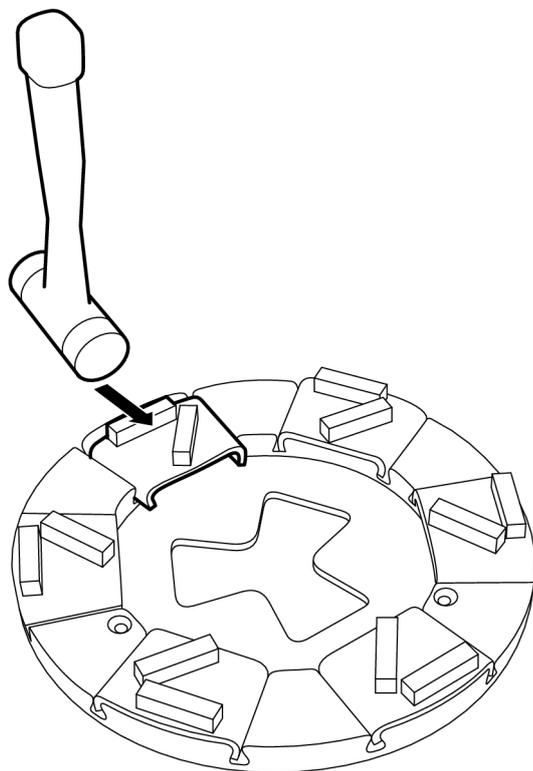

Рисунок 4-14. Снятие головок
1. Выбейте шлифовальную головку из держателя несколькими легкими ударами резинового молотка, чтобы открылся механизм фиксации, см Рисунок 4-14, стр. 25. Затем извлеките головку из направляющего паза.